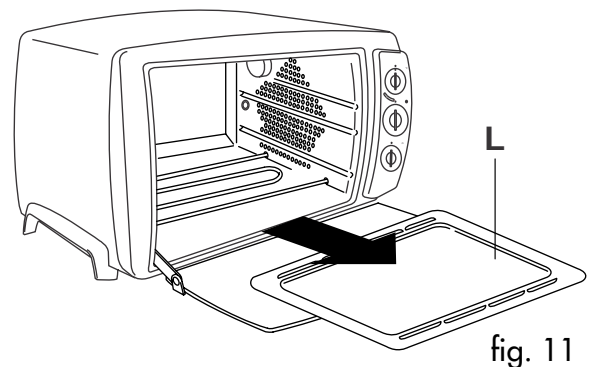

fig. 11
Verwijder de kruimellade (L) door hem naar u toe te trekken (zie fig. 11). Indien deze handeling moeilijkheden oplevert, bevochtigt u de buitenkant van de lade. Verwijder eventueel vuil met een vochtige doek. Droog goed af en herplaats de lade.